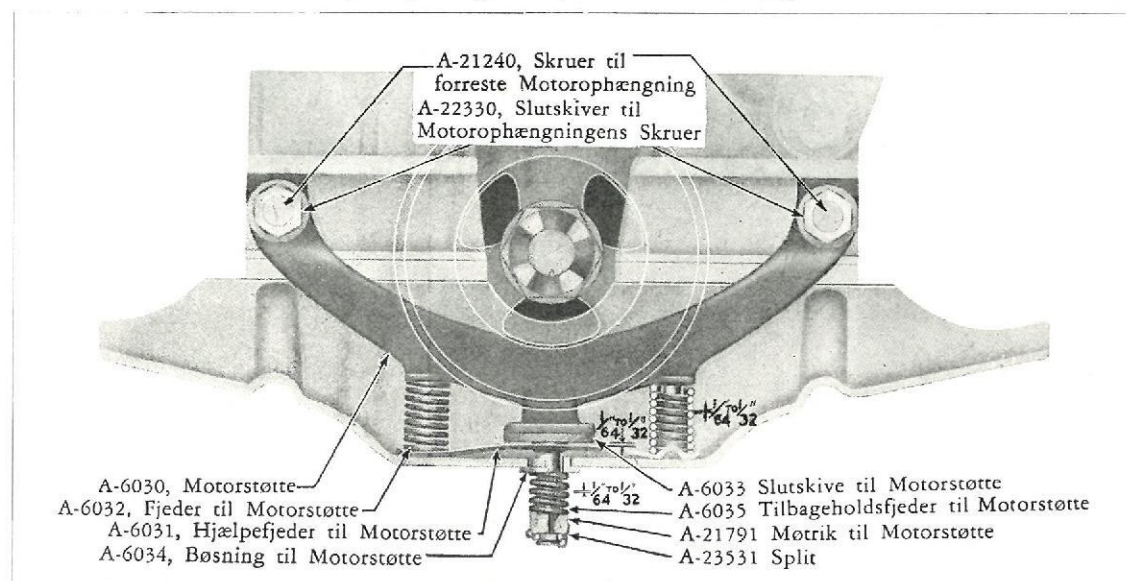

Fig. 293.
Den nyeste Model "A" Forbedring i denne Henseende er Indførelsen af en fjedrende Ophængning af Motorens Forende. Den øverste Del af denne Motorstøtte boltes til Cylinderens forreste Dæksel. Den nederste Del af Støtten er forbundet med Tværvangen ved Hjælp af Fjedre (se Fig. 293). Disse Fjedre tillader Motoren en fri, vertikal Bevægelse, men holder den dog indenfor bestemte Grænser. Resultatet er en Motor-Ophængning, der er enkel i Konstruktion og befrier Vognen for ubehagelige Vibrationsperioder.
27. Derefter isættes paany de fire Skruer i Motorens bageste Flanger. Hvis det er nødvendigt at hæve Motoren med Dunkraft for at faa Hullerne til Sætskruerne til at flugte, anbringes Dunkraften under forreste Triangelkugleskaal. Efter at have monteret de bageste Skruer, bør man grundigt undersøge, at alle Delene er monteret i det rette Forhold til hinanden som vist i Fig. 293. **Dette er vigtigt.** Hvis Læderskiven A-6033, er i Berøring med den flade Fjeder, A-6031, eller hvis Fjedervindingerne er trykkede sammen, vil det ophæve Ophængningens Virkning.